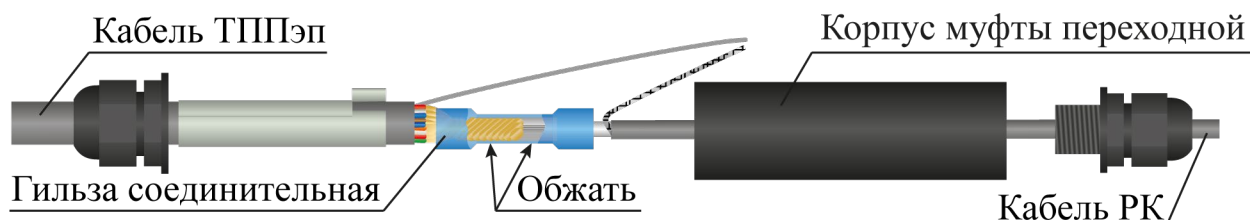

Рисунок 4.35
– в ответное отверстие гильзы вставить зачищенные концы жил кабеля ТППЭп. Гильзу обжать с помощью специального инструмента со стороны кабеля ТППЭп (рисунок 4.35), **(обжатие пассатижами не обеспечивает надежного электрического контакта!);**